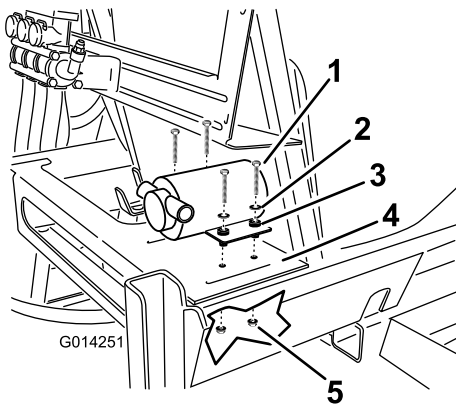

Figura 19
1. Sujete la bomba de enjuague al bastidor del depósito situado en la plataforma del lado trasero derecho del depósito principal con 4 pernos, 4 arandelas y 4 contratuercas (Figura 19).